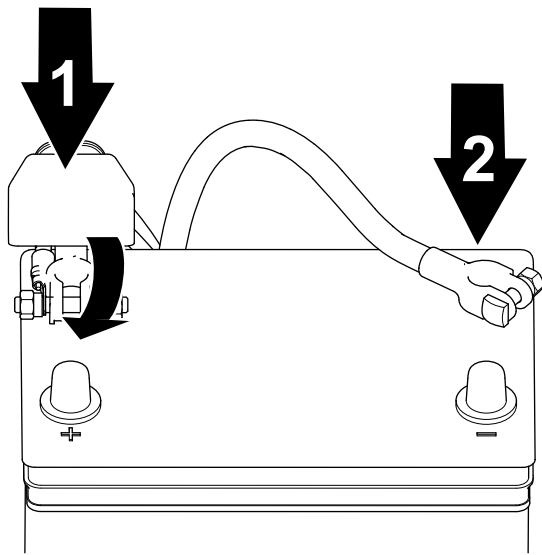

Figura 34
1. Conecte o cabo positivo à bateria e aperte a porca da braçadeira da bateria (Figura 34).
2. Conecte o cabo negativo à bateria e aperte a porca da braçadeira da bateria (Figura 34).